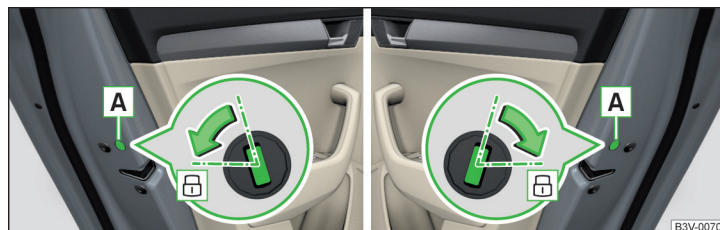

Fig. 354 Bloqueo de emergencia: Puerta atrás a la izquierda/derecha
- Abrir la puerta trasera correspondiente y eliminar el tapacubos [A] » fig. 354.